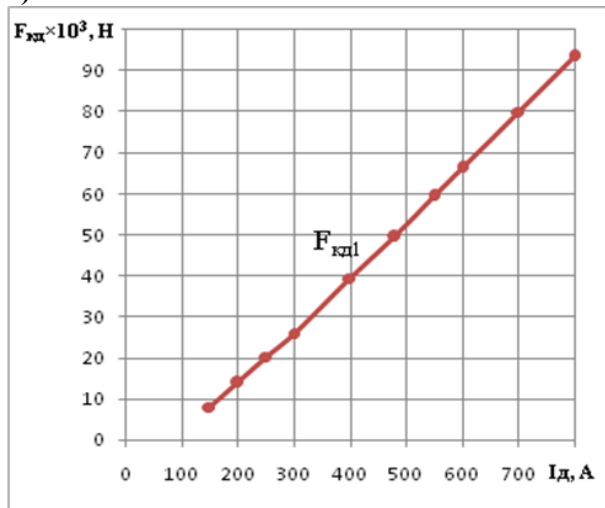

Рисунок 1 – Скоростные (а) и тяговые (б) характеристики тягового электродвигателя локомотива
**Текст задания:** Даны скоростные и электротяговые характеристики тягового электродвигателя локомотива (рис. 1) при диаметре движущего колеса  $D_1=1050$  и передаточном отношении (числе) зубчатой передачи  $\mu_1=3,826$ . Требуется определить скоростные и электротяговые характеристики этого электродвигателя при диаметре движущего колеса  $D_2=1000$  и передаточном отношении зубчатой передачи  $\mu_2=3,26$  при токе  $I_d=550A$